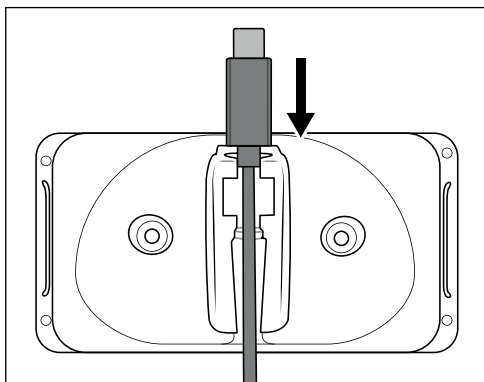
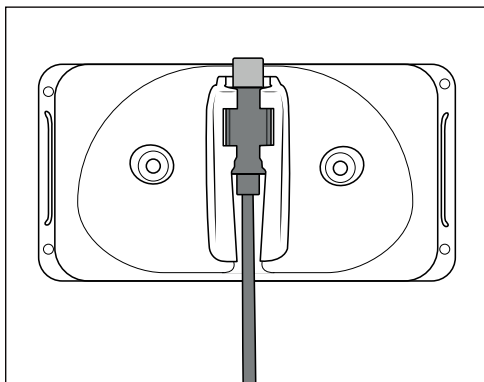

Fig. 1
Fig. 2
- Sørg for, at der ikke er strømledninger eller andre ledninger eller rør i væggen, hvor du vil bore huller til vægholderen ❸. Det er livsfarligt, hvis du borer i en strømførende ledning!
- 1) Sæt USB-C-stikket ❺ på USB-ladekablets ❹ ind i vægholderen ❸ (se fig. 1). Skub USB-C-stikket ❺ ned, indtil det klikker på plads i vægholderen ❸ (se fig. 2).